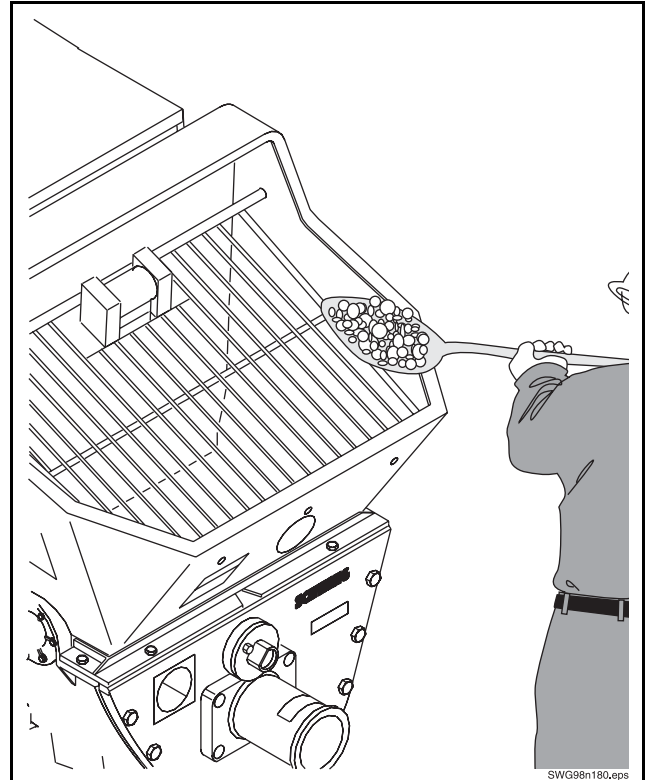

Abbildung 44
- Laden Sie ein paar Schaufeln voll Sand oder Erde direkt oberhalb der Reinigungsklappe auf den Boden des Rockschiebergehäuses. Dadurch wird verhindert, dass der Bereich um die Klappe mit Beton bedeckt wird, der im Verlauf des Tages abbindet. (Abbildung 44).